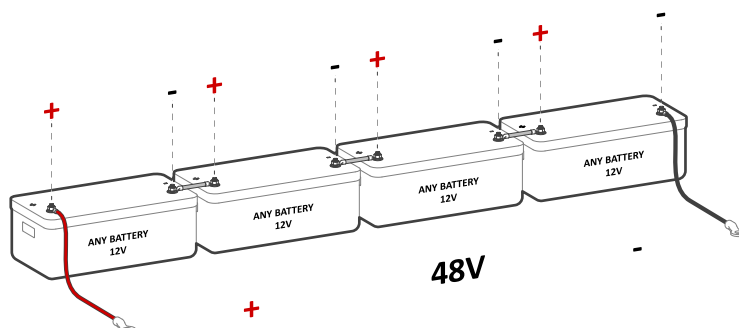

Figura 5b: Conexión de cuatro (4) baterías en serie de 12V
⚠ El Sol-Ark 15K-2P-N es un sistema de **48Vcd nominales**. **NO** conecte el inversor a ninguna otra configuración de voltaje. Si utiliza baterías de 12V, **NO DEBE** exceder cuatro (4) baterías en serie, tal como se observa en la figura 5b. El inversor puede trabajar con cualquier tipo de baterías siempre que se mantenga dentro del rango de operación de **43V a 63V**.